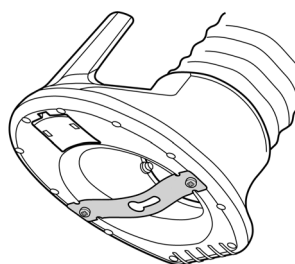

Fig. 3
- 3) 取付後、プレートはたわみます。外側にたわませてください。（Fig. 3）